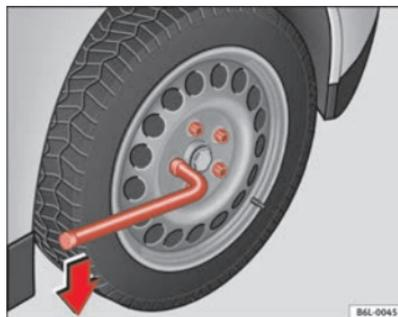

Fig. 127 Substituição de pneu: desapertar os parafusos da roda
- Pegue na chave pela sua extremidade e rode o parafuso cerca de uma volta para a **esquerda** ⇒ fig. 127.